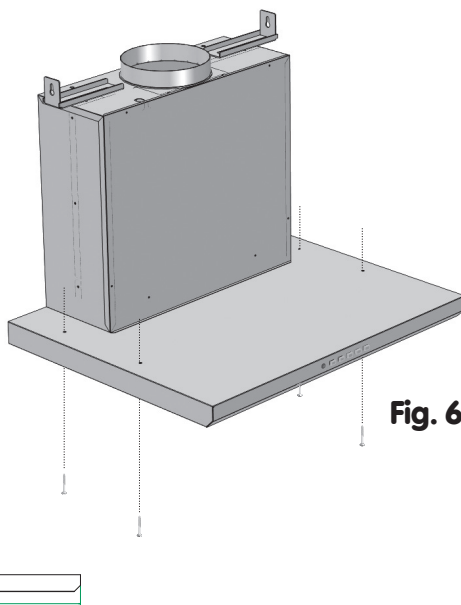

Fig. 6
- Sichern Sie die Haube mit 2 Schrauben durch die vorbereiteten Löcher am Oberschrank (Abb. 6).
- Block the device on the hanging through the right openings and the provided screws (Fig. 6)
- Bloquer l'appareil dans son meuble en utilisant les ouvertures appropriées et les vis en dotation (fig.6)
- Bloccare l'apparecchio al pensile mediante le apposite aperture e relative viti in dotazione (Fig. 6).
- Fastgør apparatet til skabet ved hjælp af de medfølgende skruer (Fig. 6).
- Zet het apparaat vast aan het kastje met behulp van de daarvoor bestemde openingen en bijgeleverde schroeven (Afb. 6).